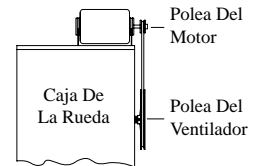

Fig. 2
- **Instalar la polea del motor.** Instale la polea ajustable del motor para que quede alineada con la polea del ventilador (véase fig. 2) y apriete el tornillo de presión. Vea la página 14 para instrucciones de ajustar la polea.